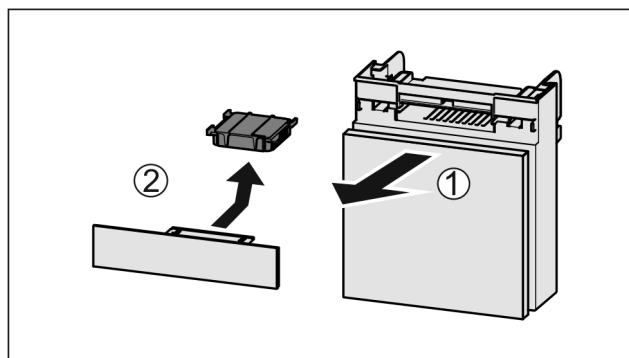

Fig. 135
- Extraire le compartiment par l'avant Fig. 135 (1).
- Sortir le filtre à charbon actif Fig. 135 (2).